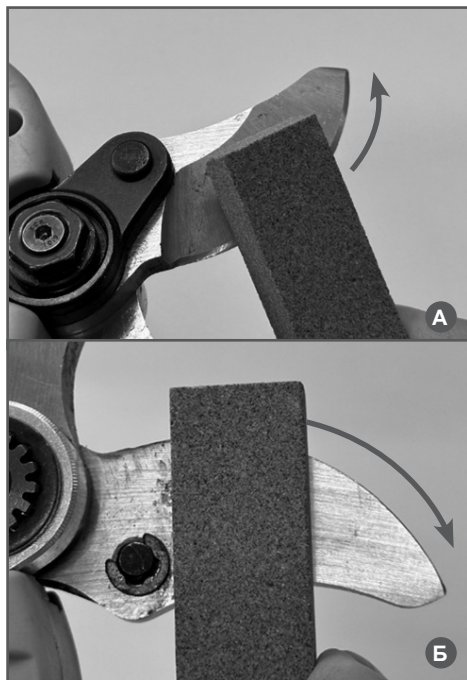

Рис. 5 Заточка верхнего лезвия
1. Заточите верхнее лезвие секатора с помощью точильного бруска (входит в комплект поставки) как это показано на Рис. 5А.
2. Удалите заусенцы с тыльной стороны верхнего лезвия секатора легкими движениями точильного бруска как это показано на Рис. 5Б.